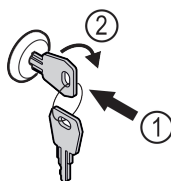

Fig. 45
- Вставьте ключ Fig. 45 (1).
- Поверните ключ на 90° по часовой стрелке Fig. 45 (2).